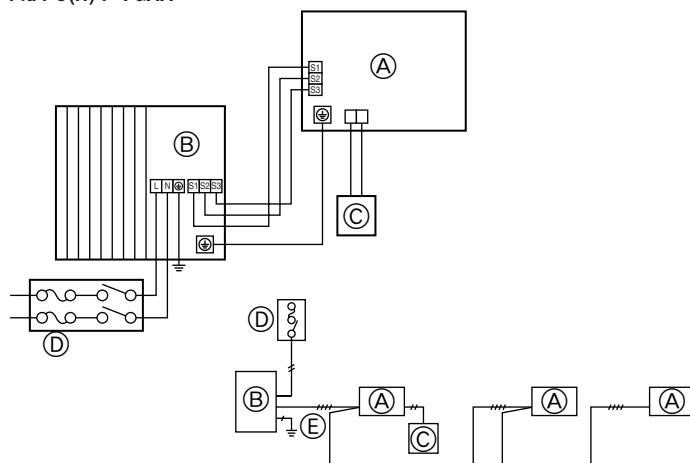

Fig. 6-1
6.1. Προφυλάξεις (Fig. 6-1)
- Συνήθως, για το ⑩, ⑪ τοποθετείται γείωση με διακόπτη χωρίς ασφάλεια (διακόπτης ασφαλείας [ELB]).